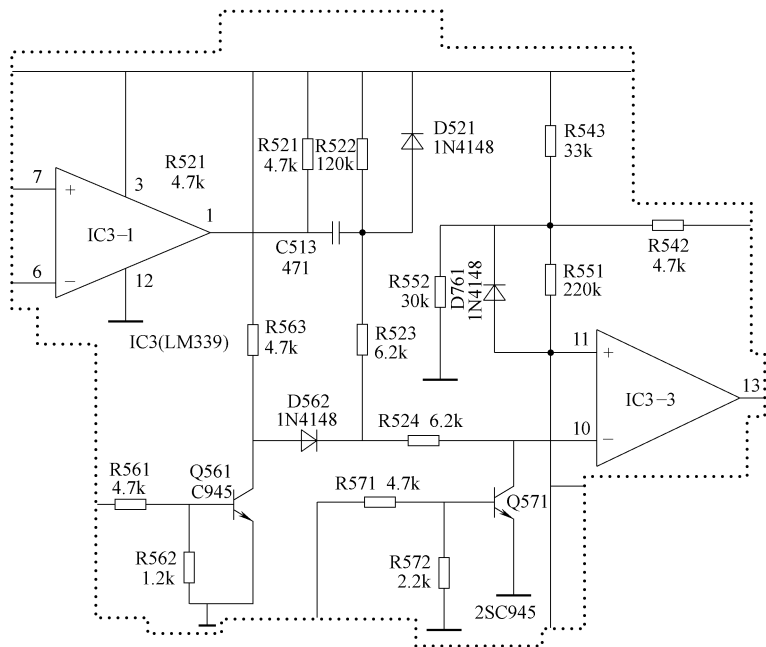

图 4-122 C513 相关电路截图
**维修笔记** C513 相关电路截图如图 4-122 所示。